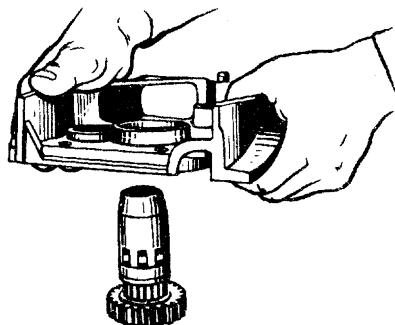

Рис. 3.20. Установка вторичного вала в крышку коробки передач
- установить на вторичный вал сепараторную втулку ВИ-69 (см. табл. 7.4), предохраняющую при установке рабочую кромку сальника от повреждения при сборке, в соответствии с рис. 3.20. Установить вторичный вал в крышку и снять втулку;